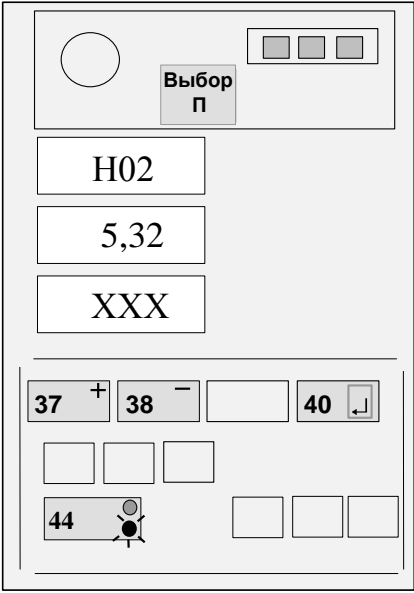

Рисунок 13
4.5.4 Нажимая кнопку ВЫБОР "П" (36), установить на верхнем ИЖЦ код "H02" (индикация вылета стрелы; см. рисунок 13).
4.5.5.3 Изменяя положение датчика угла наклона стрелы, добиться отображения на среднем ИЖЦ значения вылета, указанного в правом столбце таблицы 3 (см. рисунок 13) для установленного значения вылета по рулетке.